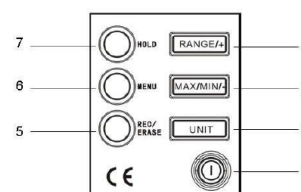

Рис.3
3. Описание клавиатуры (Рис.3)